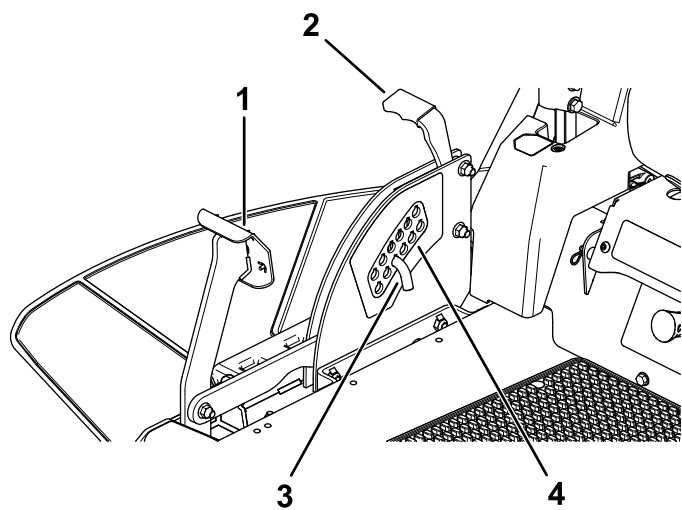

Figura 28
1. Pise el pedal de elevación de la carcasa y eleve la carcasa a la posición de bloqueo de transporte, que es también la posición de altura de corte de 114 mm, tal y como se muestra en la Figura 28.
2. Para ajustar la altura de corte, retire el pasador del soporte de altura de corte (Figura 28).
3. Seleccione el taladro del sistema de altura de corte que corresponde a la altura de corte deseada, e inserte el pasador (Figura 28).